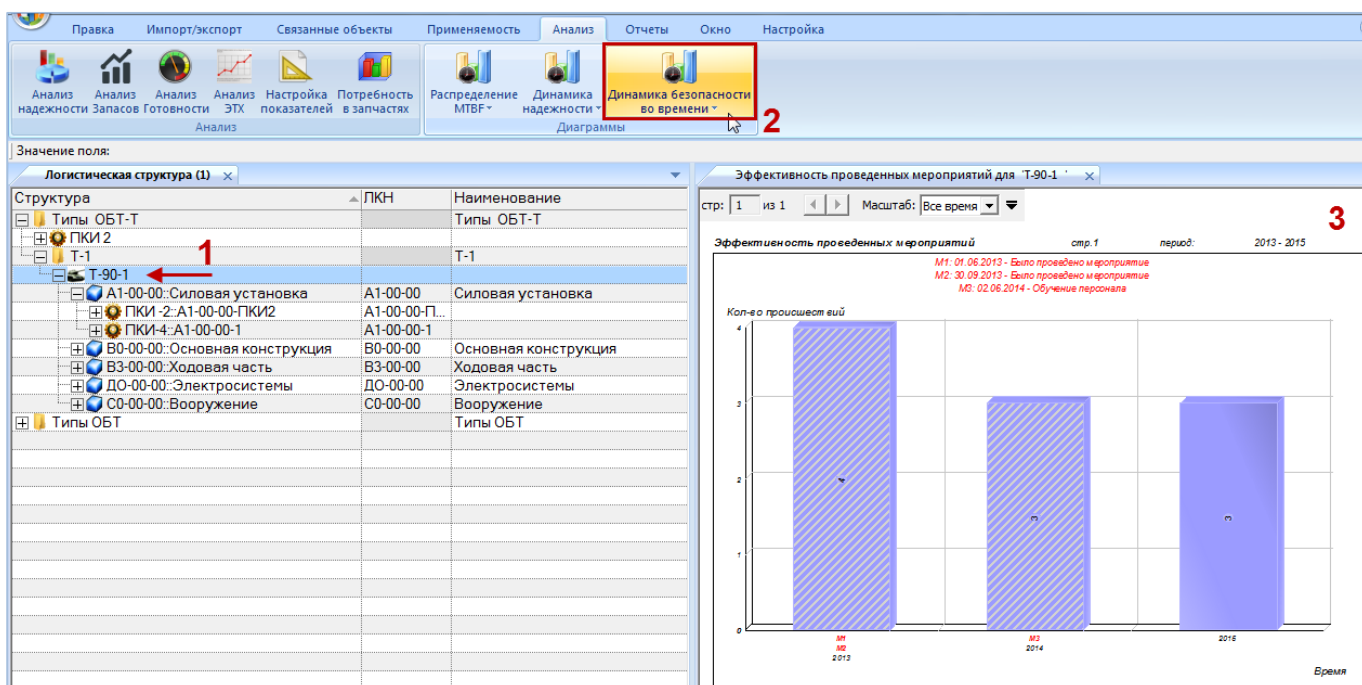

Рис. 31-11 – Построение диаграммы по безопасности
4) В отдельном рабочем окне отображается диаграмма по безопасности (3 на рис. 31-11). Краткое описание инструментов панели «Файл» для диаграмм приведено в пункте 5.4.7 «Панель «Диаграммы»», стр. 64.